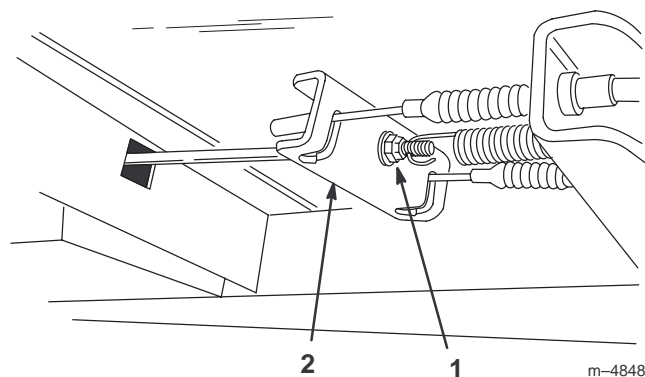

Bild 31
3. Ziehen Sie die Einstellschrauben des Bowdenzugs fest, die sich unter der Bodenplatte befinden, bis die Züge im Bremsausgleich fest sind (Bild 31). Nicht zu fest ziehen. Das Bremspedal muss ein gewisses Spiel aufweisen, bevor die Backen beißen.